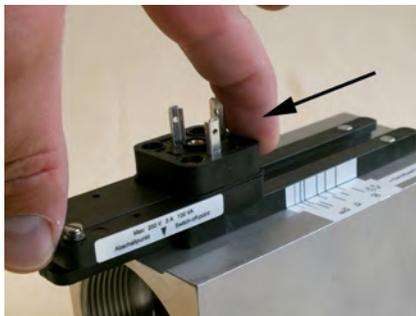

Abb. 48: Schaltkontakt aus Führung schieben
4. ➤ Den Schaltkontakt in Pfeilrichtung (Abb. 48) aus den Führungsleisten schieben